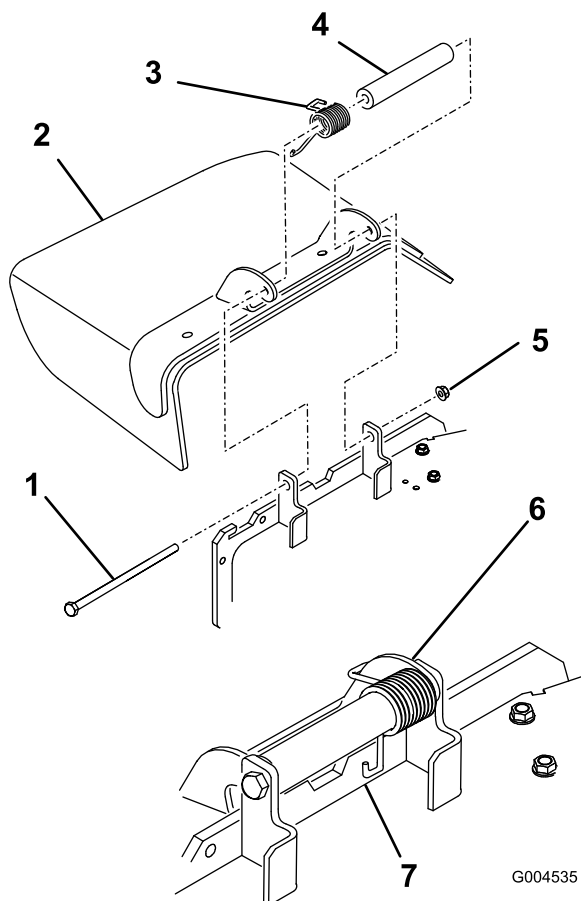

Figura 61
1. Togliete il dado di bloccaggio, il bullone, la molla e il distanziale che fissano il deflettore alle staffe orientabili del tosaerba (Figura 61). Togliete il deflettore dell'erba tagliata se è danneggiato o consumato.
Nota: Verificate che l'estremità della molla si trovi dietro il bordo del piatto di taglio prima di montare il bullone, come illustrato nella Figura 61.
3. Montate il bullone e il dado. Infilate l'estremità della molla attorno al deflettore dello sfalcio (Figura 61).